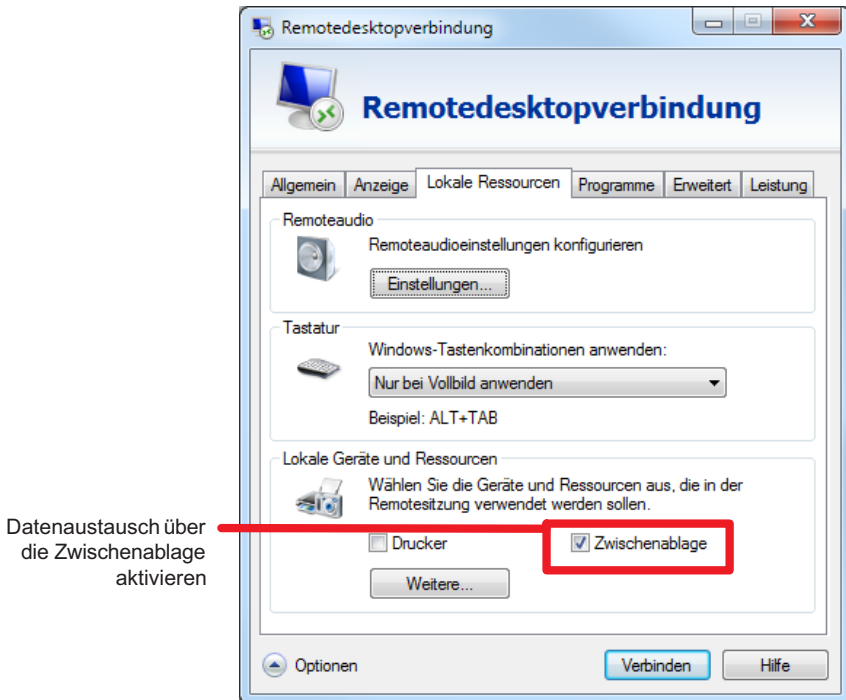

Abb. 6.6 Register Lokale Ressourcen der Remotedesktopverbindung
- ▶ Gehen Sie auf das Register **Lokale Ressourcen** und aktivieren Sie z.B. **Zwischenablage** und oder **Drucker** (*Abb. 6.6*).